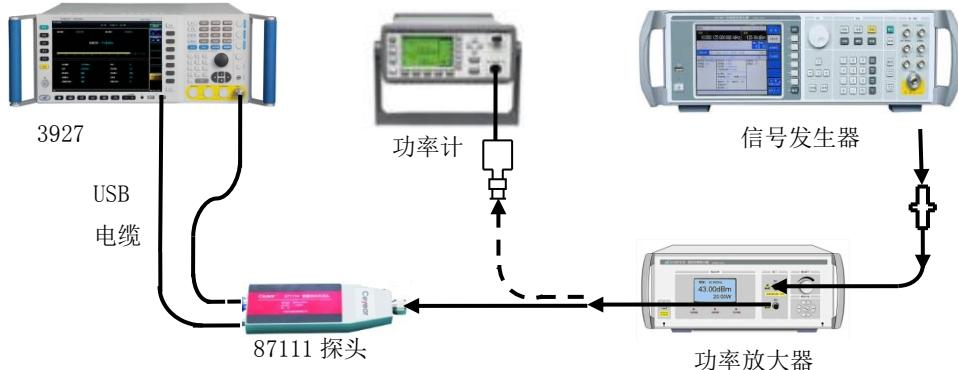

图8.5 功率测量范围测试示意图
- 2) 按图8.5实线所示连接测试设备，大功率放大器的输出电缆接USB功率计传感器。